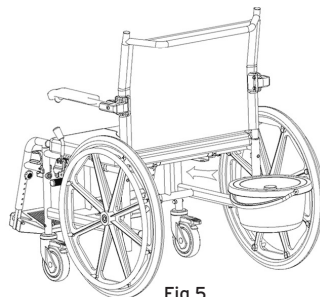

Fig.5
- Introduza o balde pela parte de trás da cadeira de banho, fazendo-o deslizar nas guias (fig.5).